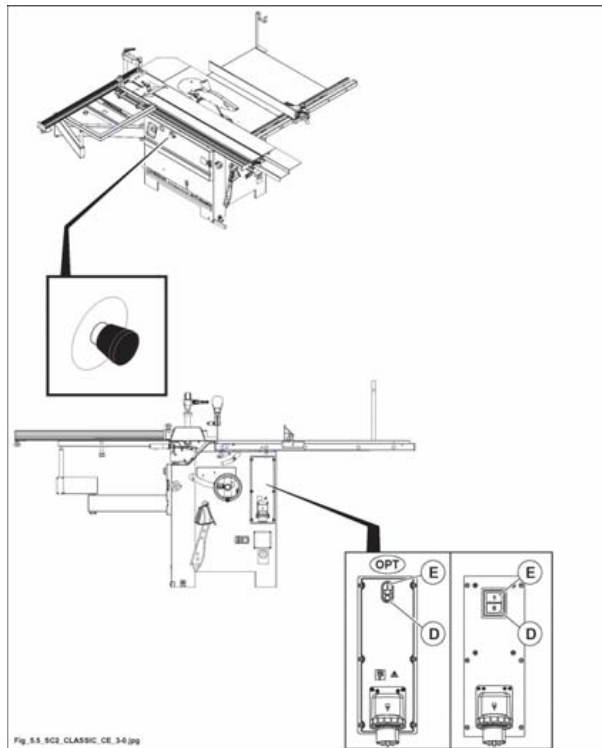

Fig. 5.5
- 1) Premere il pulsante (E fig. 5.5).
- 1) Premere il pulsante (D fig. 5.5).